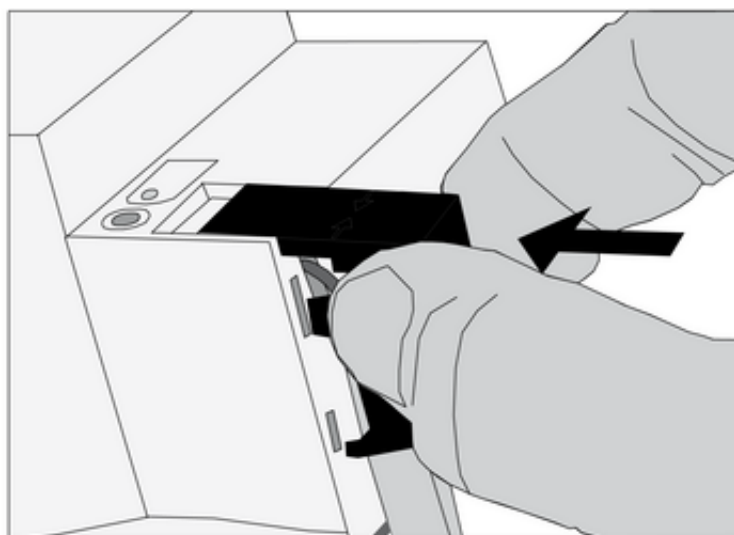

Bild 9: Sätt på locket
- Sätt på ett skyddslock över bussuttaget tills det går in ingrepp (bild 9).